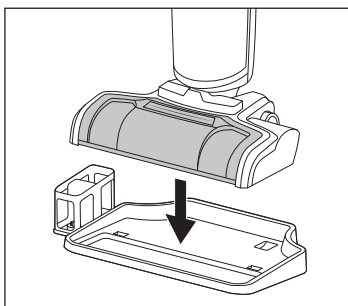

Fig. 45
- ◆ Per conservare l'apparecchio collocarlo sulla base **4** della stazione di parcheggio e pulizia (vedere fig. 45).